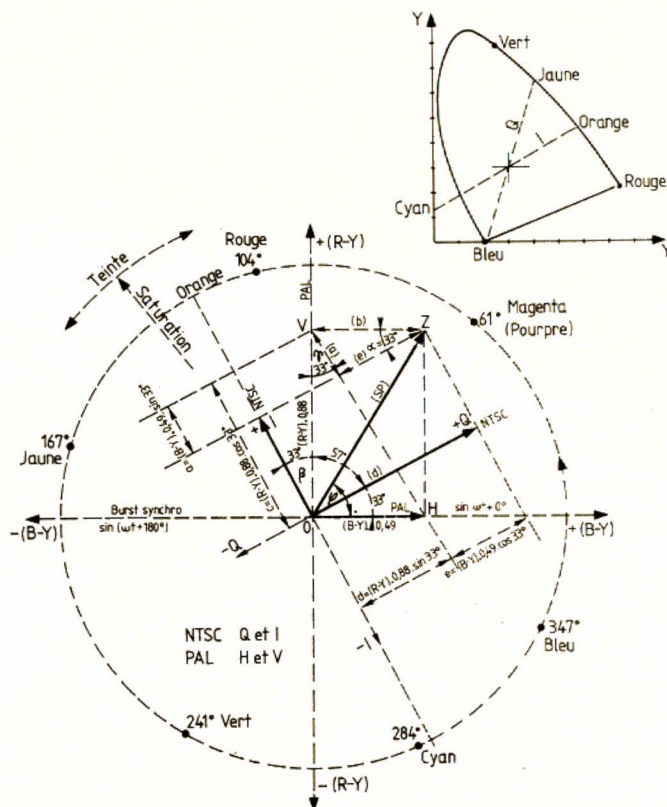

FIGURE 2 - Modulation NTSC.
L'œil ne voit pas la couleur dans les détails très fins d'une image ; seule la perception de la brillance (luminance) reste. L'acuité de l'œil pour le rouge est inférieure à celle pour le vert, et elle est encore moindre pour le bleu. Seule la combinaison orange-cyan (fig. 2) peut représenter convenablement les teintes du ciel, de la chair et du feuillage si familières dans la nature. Ajoutons à ces données les mesures d'acuité visuelle à la couleur et au contraste qui montrent que, pour les surfaces d'une image comportant des détails fins, la représentation bichrome est suffisante. L'œil a sa plus grande acuité lorsque les couleurs à différencier se trouvent au voisinage de l'axe orange-cyan. Toutes ces observations ont conduit aux spécifications générales du standard américain NTSC :
La présence des deux sous-porteuses de même fréquence se traduit par une onde dont l'amplitude représente un seul vecteur qui constitue la somme des vecteurs R - Y et B - Y. C'est le vecteur désigné par (SP) dans la figure 2.
3° Modulation simultanée avec suppression de cette sous-porteuse par deux composantes de chrominance dont l'une est le signal I (fig. 2), exigeant une largeur de bande de 1,5 MHz représentant la saturation qui module la sous-porteuse en amplitude, et l'autre le signal Q (fig. 2), représentant la teinte qui module la sous-porteuse en phase (0,5 MHz).
Les spécifications générales du standard allemand PAL (fig. 2) sont les suivantes – où H représente B - Y et V représente R - Y :